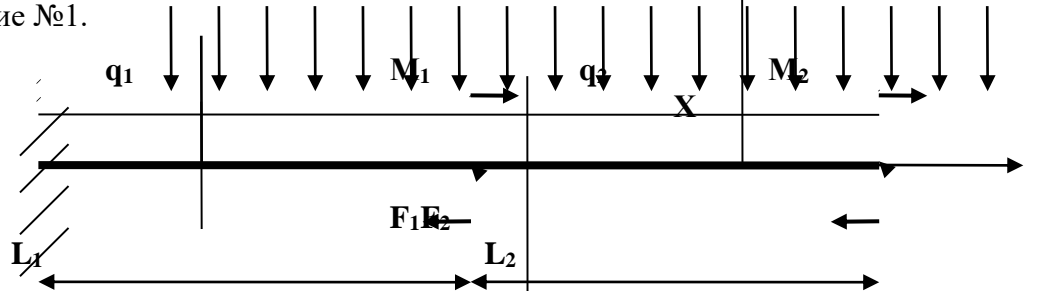
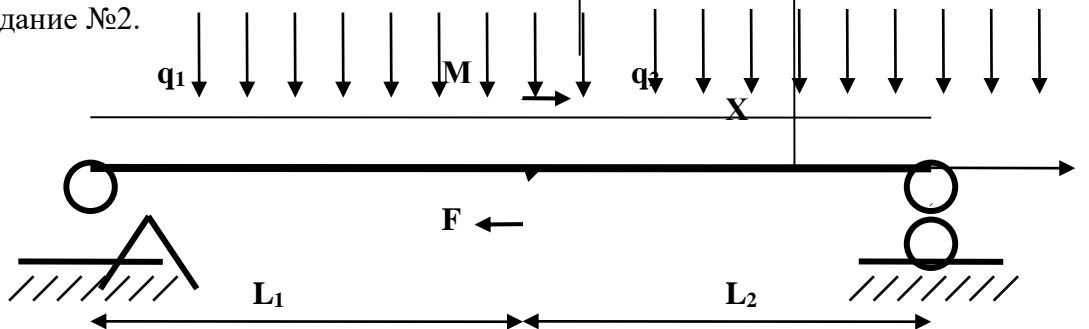

Рис. 3 Общая расчётная схема задания №1
Рис. 4 Общая расчётная схема задания №2
Для расчётных схем (Рис. 3 и Рис.4) требуется определить *опорные реакции* балок.
Варианты задания №1 практической работы №2 (Рис. 3)
Примечания. 1. Общую расчётную схему (Рис. 3) следует преобразовать в заданную расчётную схему в соответствии с исходными данными из таблицы.
2. Знак «минус» перед значением нагрузки означает, что она должна быть направлена в сторону, противоположную указанному на рис. 3 направлению.
Варианты задания 2 практической работы №2 (Рис. 4)
Примечания. 1. Общую расчётную схему (Рис. 4) следует преобразовать в заданную расчётную схему в соответствии с исходными данными из таблицы вариантов.
2. Знак «минус» перед значением нагрузки означает, что она должна быть направлена в сторону, противоположную указанному на рис. 4 направлению.
Расчетная схема балки, представленная на **рис 6**. составлена из общей расчётной схемы (Рис.3) для следующих исходных данных:
Расчетная схема балки, представленная на **рис 8**, составлена из общей расчётной схемы (Рис.4) для следующих исходных данных: